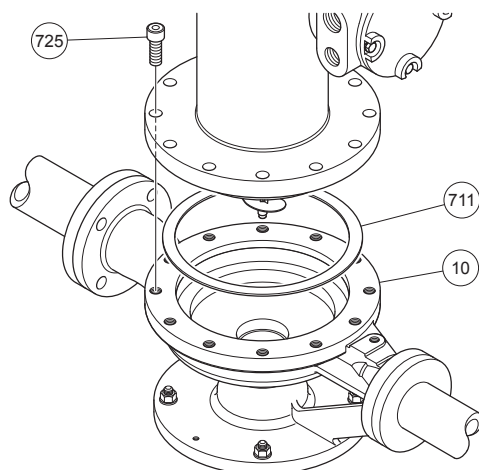

図 4-5 スタータ組立側の取り外し
- (6) ポンプケーシング取り付けボルト [725] を外し、ケーシング [10] をポンプ出入口配管に残したままポンプを上方に抜き出します。この時、ガスケット [711] も一緒に外れます。(図 4-5 参照)